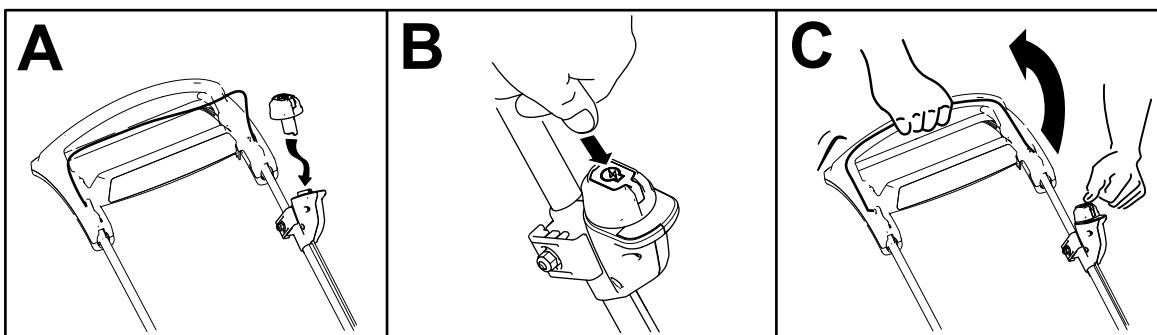

Figure 10
2. Insérez le bouton de démarrage électrique dans l'interrupteur du démarreur électrique (A de la Figure 10).
3. Maintenez le bouton de démarrage électrique enfoncé (B de la Figure 10)
4. Serrez et maintenez la barre de commande de la lame contre la poignée (C de la Figure 10).